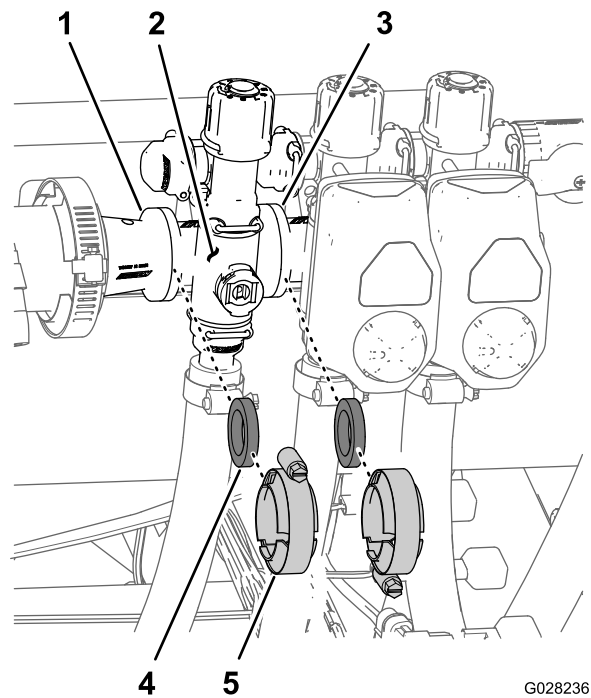

Figure 119
- Déposez les colliers et les joints qui fixent le collecteur de la vanne de section (Figure 119) à la vanne de section adjacente (s'il s'agit de la vanne de section gauche, et raccord réducteur).